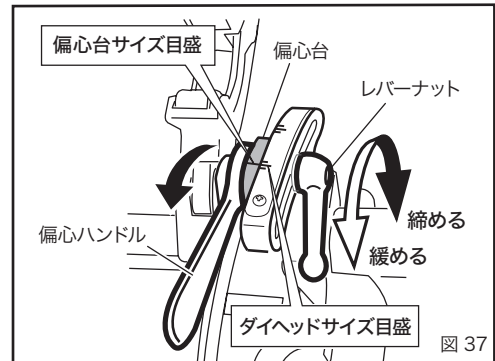
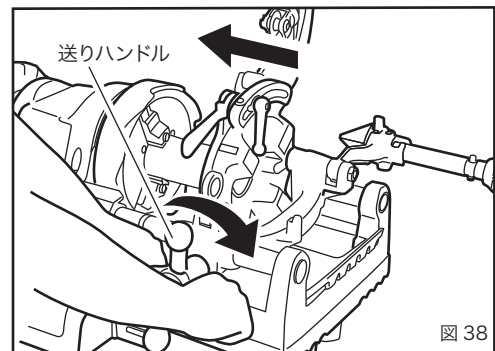

図 37
図 38
- ①ねじ切りのサイズ寸法を合わせるには偏心台の目盛を、ダイヘッドのサイズ目盛のねじ切り寸法に合わせて、レバーナットを締めて固定してください。(図 37)
- ②スイッチを入れますとオイルはダイヘッドから自動的に注油されます。
- ③送りハンドルを右回り方向に動かしパイプにチェーザを押しつけて食いつかせてください。ねじ山が 3～4 山切れればあとは自動的にねじが切れます。このマシンに使用されているシリースモーターは、回転数が周波数に左右されず、負荷によって自動的に変化します。(図 38)